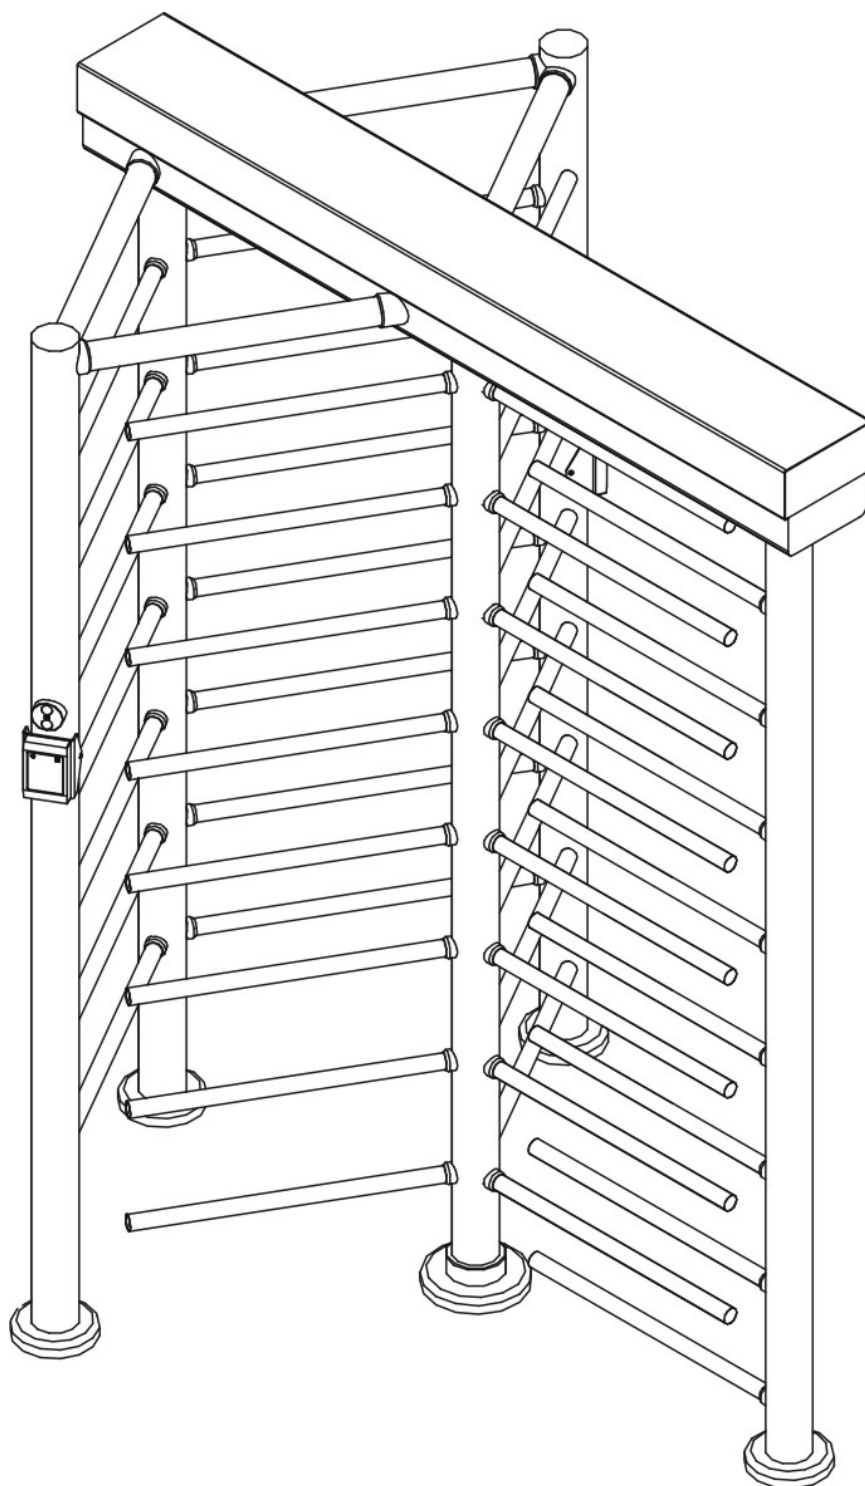

Рис. 2. Ориентация преграждающих створок турникета для шлюзового режима
- Для визуального контроля режимов работы и состояния турникета на ПУ имеются индикаторы, а на стойках турникета блоки индикации (19).
- Конструкция турникета позволяет перевести его в шлюзовой двухтактный режим работы (см. рис. 2) разворотом ротора турникета на 180° (расстыковываются соединительные полумуфты).